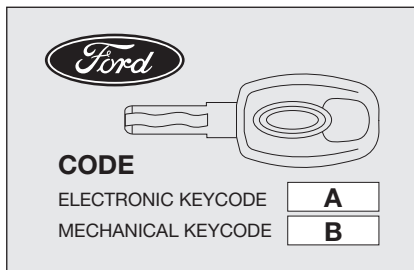

fig. 3
**CODE CARD** (la cerere pentru versiunile/piețele unde este prevăzut) fig. 3